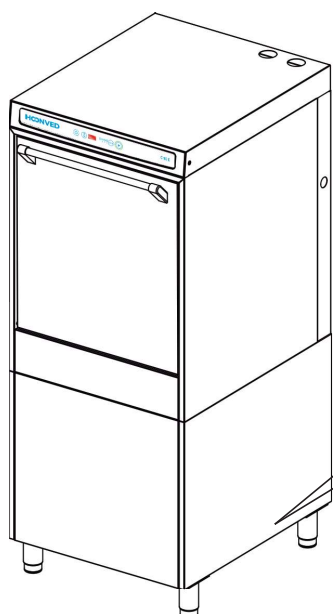

Fig. 4
- Prima di effettuare il collegamento elettrico accertarsi che i dati relativi alla linea di alimentazione corrispondano a quelli indicati sulla targhetta di identificazione (pos. 3 Fig. 4) e che l'interruttore generale di alimentazione elettrica posizionato a monte della macchina sia disinserito (posizione O/OFF).
- Collegare il cavo (6) di alimentazione elettrica all'interruttore generale posizionato a monte della macchina.
- Collegare il dispersore di terra equipotenziale al morsetto (9).